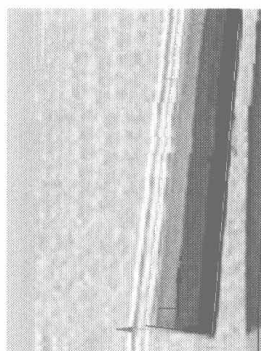
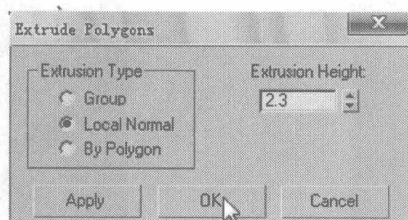
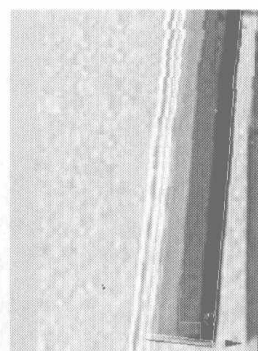

图 5.308
图 5.309
图 5.310
- 13** 选择如图 5.308 所示的面，单击 **Extrude** 右边的小按钮，在弹出的对话框中设置如图 5.309 所示参数，模型显示如图 5.310 所示。